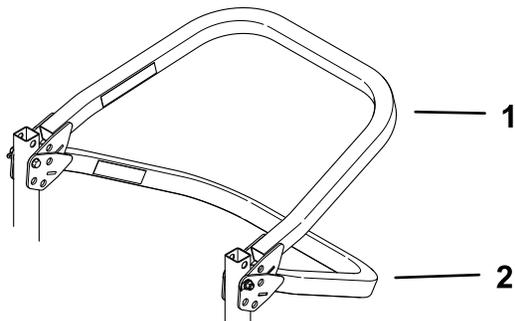

Bild 9
**Hinweis:** Es gibt zwei abgesenkte Stellungen, wie in Bild 9 dargestellt.